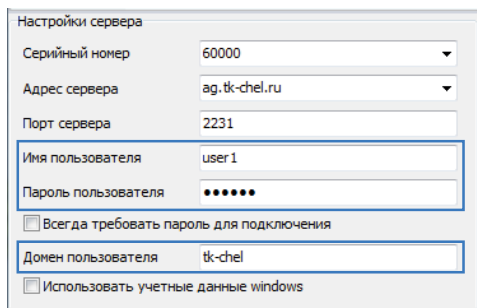

Рис.101. Доменная аутентификация от имени произвольного пользователя сети.
1. Для выполнения доменной аутентификации необходимо (Рис.101):